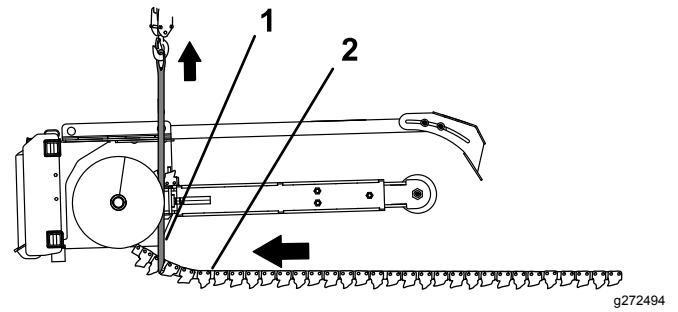

Figura 17
3. Coloque la cadena excavadora en el suelo en línea recta, debajo del equipo de izado, por ejemplo un polipasto, y con el filo de corte de los dientes orientado hacia el camino que recorrerá la máquina (hacia adelante) para posicionarla sobre la cadena excavadora (Figura 17).
4. En el extremo delantero de la cadena, coloque una eslinga, de 3,65 m de largo con capacidad de izado de 181,4 kg, alrededor de la cadena en la posición del diente excavador del tercer o cuarto eslabón de la cadena (Figura 17).
5. Arranque la máquina y posicione la espada de la zanjadora encima de la cadena excavadora, y con la eslinga por delante del piñón de arrastre de la zanjadora (Figura 17).